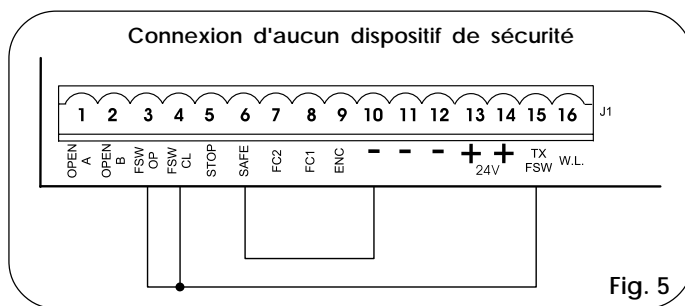

Fig. 5
N.B. Si on n'utilise aucun dispositif de sécurité, ponter les bornes d'après la fig. 5.
Nota bene: Si on ne connecte aucun dispositif de sécurité en ouverture, pointer les entrées FSW OP et -TX FSW (fig. 5).
Nota bene: Si on ne connecte aucun dispositif de sécurité en fermeture, pointer les bornes FSW CL et -TX FSW (fig. 5).
Nota bene: Si les dispositifs de sécurité bord ne sont pas connectés, pointer les entrées SAFE et - (fig. 5).